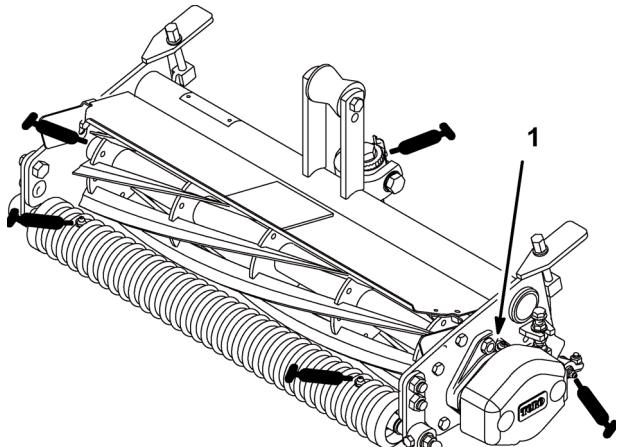

Figure 6
1. Emplacements et nombre de graisseurs : pivot de contre-lame (1) roulements de cylindres (2) et rouleaux avant et arrière (2 de chaque) (Fig. 6